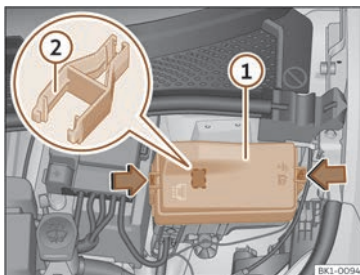

Fig. 187 A l'obertura davantera: tapa de la caixa de fusibles.
- Premeu les pestanyes de bloqueig per desbloquejar la tapa de la caixa de fusibles >>> **fig. 187 ①**.
- A la caixa de fusibles hi pot haver unes pinces de plàstic per extreure fusibles >>> **fig. 187 ②**.